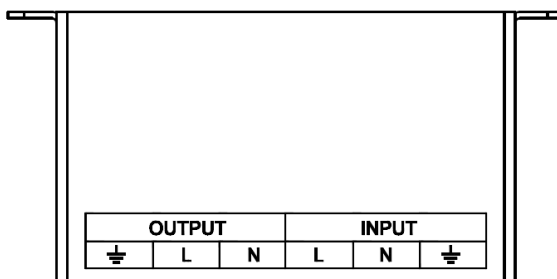

Рисунок 5 – Маркировка защитного кожуха
- подключение кабелей к клеммному блоку следует выполнять в соответствии с маркировкой, нанесенной на стенку кожуха (см. рисунок 5);